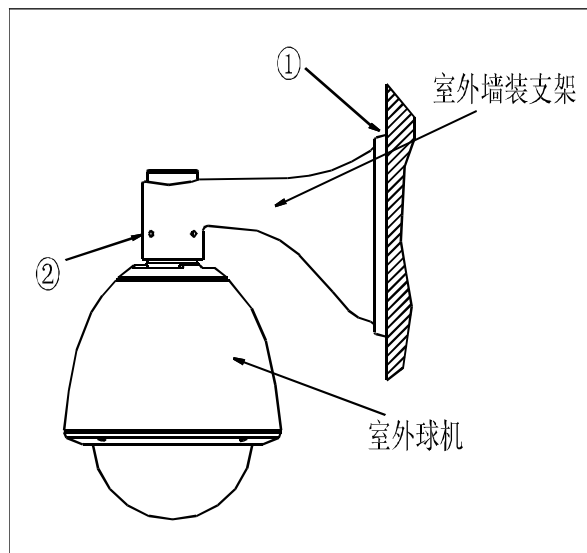

图9-1.3
请将图中用序号标出的①处用密封胶涂抹，以防止雨水渗入支架内损害球机(如图9-1.3所示)：
- (1) 壁挂支架与墙接触面的四周；
- (2) 用附件袋内4个M6*12螺钉将球机固定在壁挂支架上。